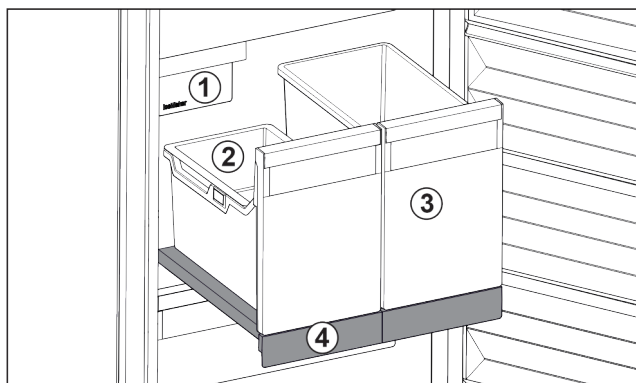

Fig. 99 Udtrækshylde med IceTower
Der findes to høje beholdere på udtrækshylden (IceTower). I beholderen Fig. 99 (2) samles og opbevares isterninger fra IceMaker. Beholderen Fig. 99 (3) er egnet til opbevaring af høje fødevarer som pizzaer eller alkoholiske drikkevarer.